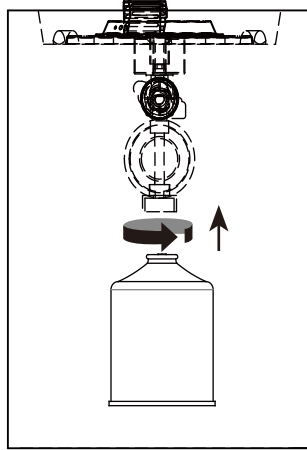

Figure 2
- (1). Avant le raccordement, assurez-vous qu'aucun débris ne se trouve dans la tête du brûleur ou dans les orifices du brûleur .
- (2). Assurez-vous que le bouton de commande est en position « OFF ». Lubrifiez les filets du régulateur avec de la vaseline.
- (3). Alignez les filets de la bouteille de gaz avec ceux du régulateur.
- (4). Insérez la bouteille de gaz.
- (5). Tournez la bouteille dans le sens des aiguilles d'une montre jusqu'à ce qu'elle soit bien en place. **SERREZ À LA MAIN UNIQUEMENT.** Veillez à ne pas fausser le filetage lorsque vous vissez la bouteille (voir figure 2).
- (6). Effectuez un test d'étanchéité conformément à la section « Vérification de l'étanchéité ».